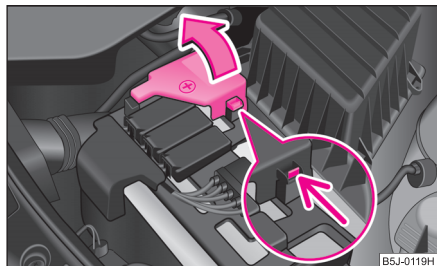

Fig. 181 Batterie:
- Ouvrez le cache du pôle positif (+) ⇒ fig. 181.